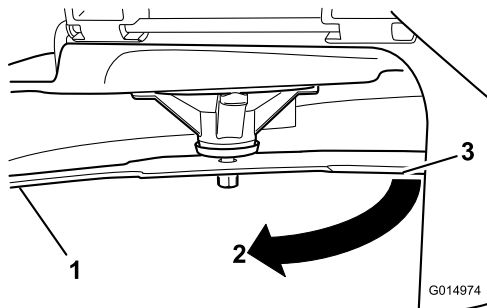

Figura 89
4. Gire la misma cuchilla 180 grados de manera que el otro extremo esté en la misma posición (**Figura 89**).